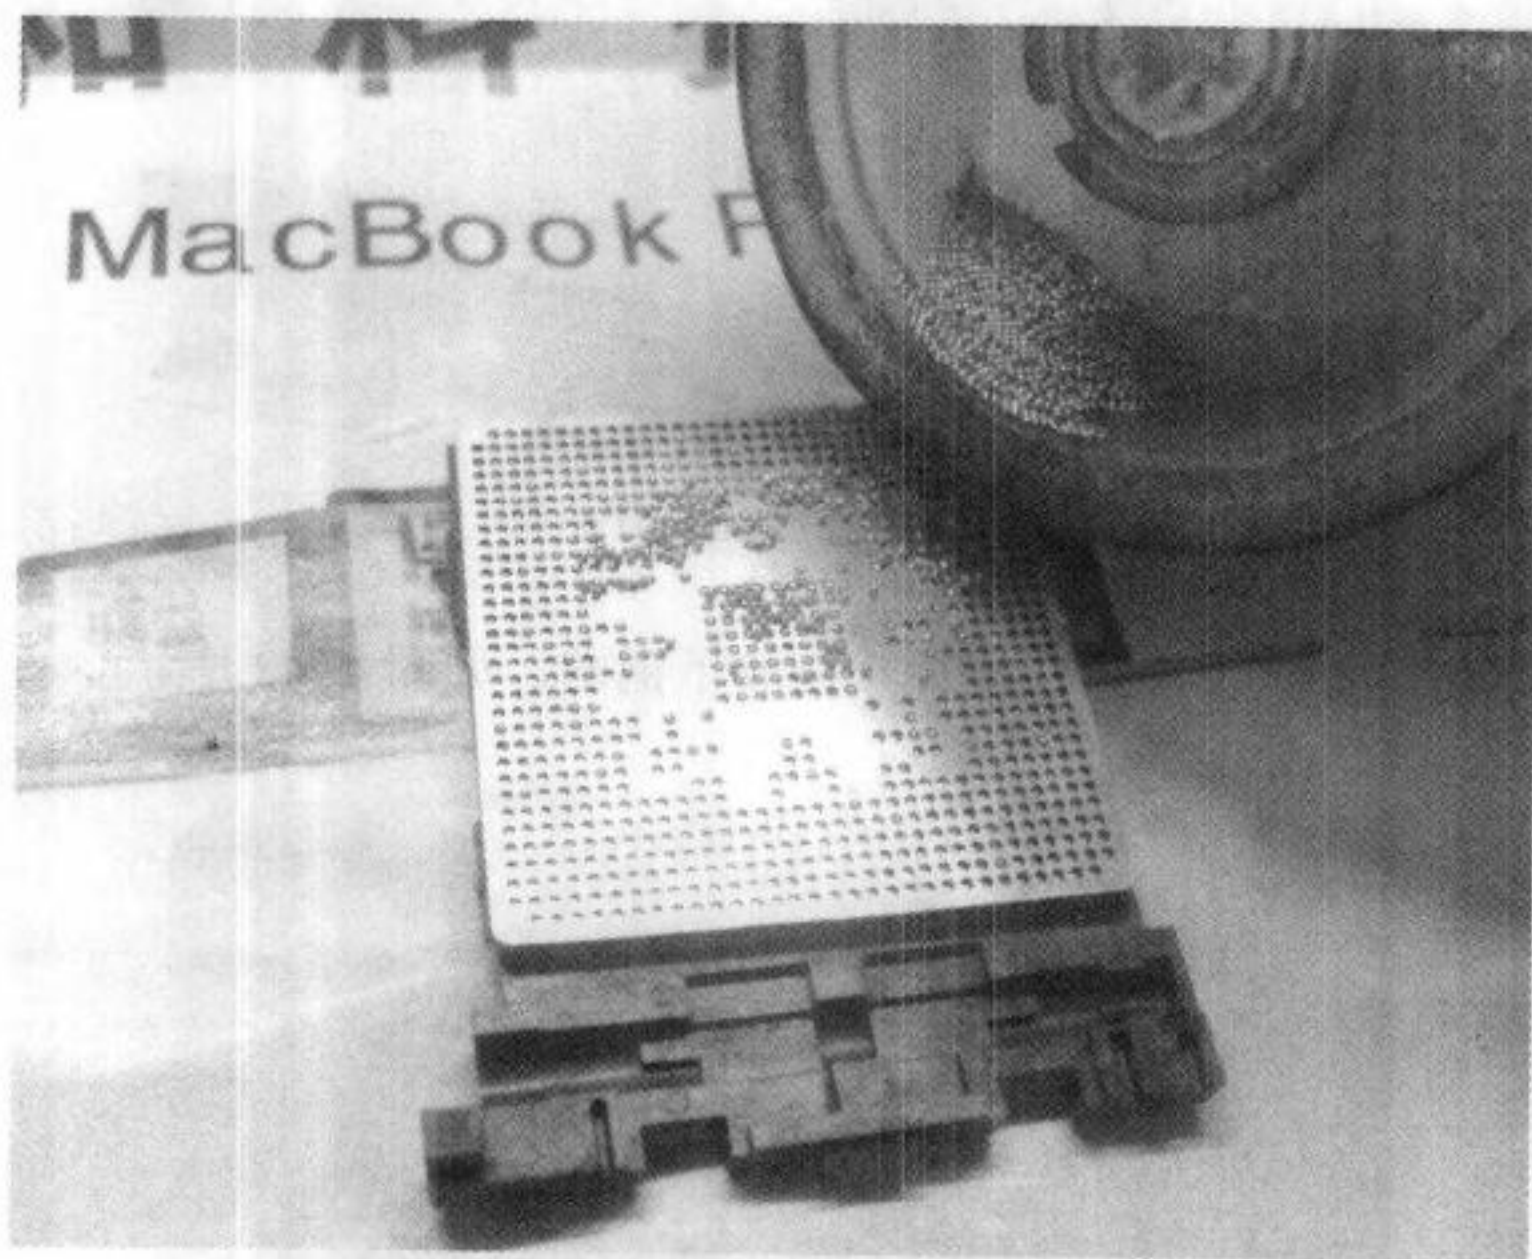

图 4-39 倒锡珠
(6) 往钢网上慢慢倒锡珠，直到整个钢网都填满了，如图 4-39 所示。